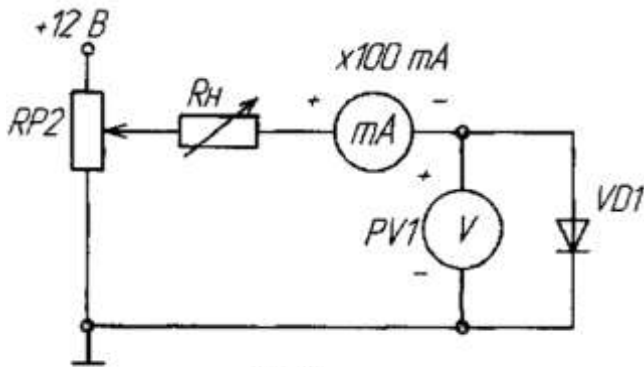

Рис.2
1) собрать схему для исследования выпрямительного диода на постоянном токе в соответствии с принципиальной схемой рис. 2. Для измерения анодного тока включить миллиамперметр постоянного тока с пределом 100 мА. Для измерения анодного напряжения использовать мультиметр. Последовательно с диодом включить токоограничивающий резистор R_H .
2) Снять вольт-амперную характеристику выпрямительного диода на постоянном токе для прямой ветви (рис. 2); для снятия характеристик регулировать напряжение на выходе потенциометра; результаты измерений занести в таблицу 1, по которой построить прямую ветвь ВАХ;